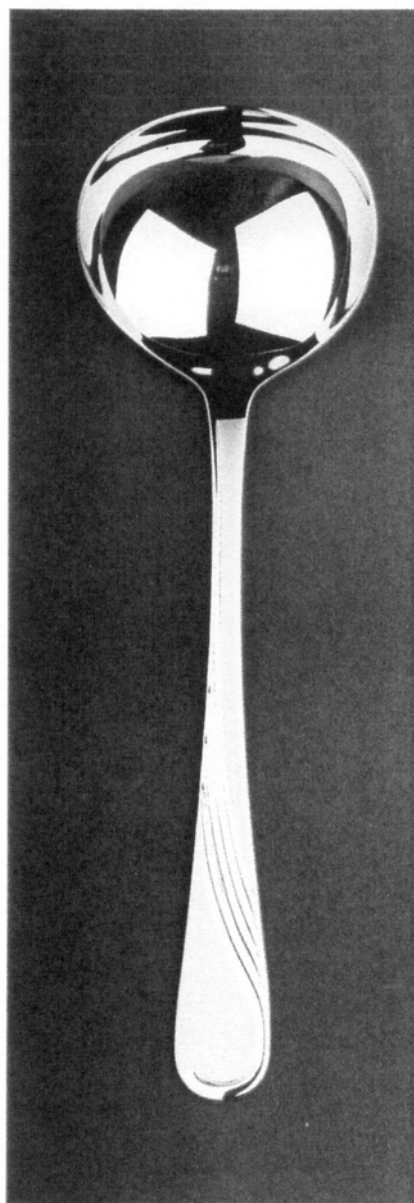

Fig. 1.3
- Fig. 1.3. przedstawia widok łyżki do sosu